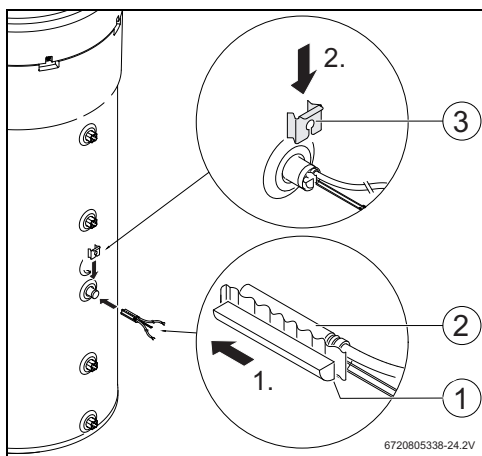

Bild 11
- ▶ Montage-Set (Bild 11, [1]), am Zubehör angeschlossener Temperaturfühler (Bild 11, [2]) montieren und wie in Bild 11 dargestellt positionieren.
- ▶ Befestigungsclip anbringen (Bild 11, [3]).